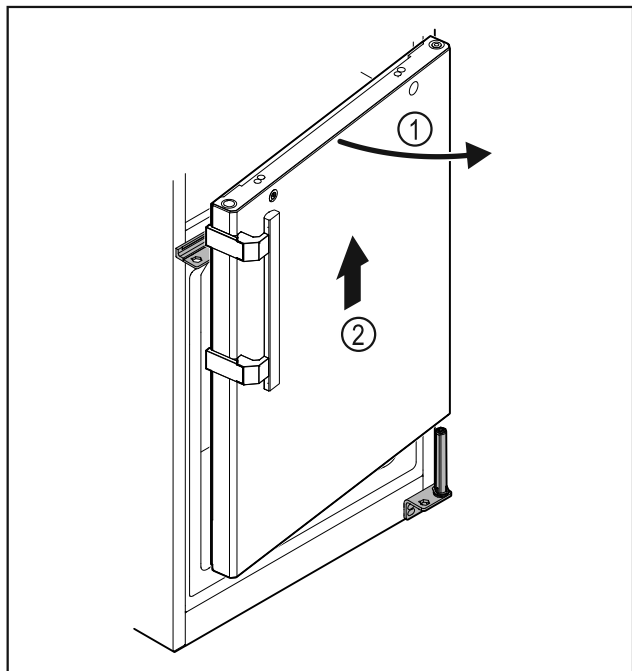

Fig. 23
- Abrir ligeramente la puerta Fig. 23 (1), levantarla aproximadamente 200 mm hacia arriba y retirar Fig. 23 (2).